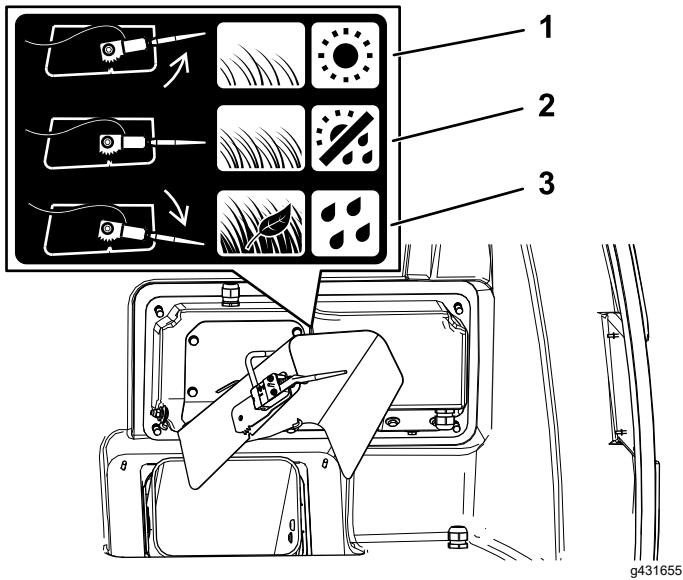

図 28
- 通常の芝状態や通常の天候時には、センサーを中位置にセット図 28。
- ぬれた芝、密度の高い芝生、落ち葉を集めるとや、センサーが働く前にホッパーが満杯になつてしまう場合にはセンサーを下向きに回す図 28。
- 乾いた芝、密度の低い芝生や、ホッパーが満杯になつてないのにカッティングユニットが停止する場合にはセンサーを上向きに回す図 28。